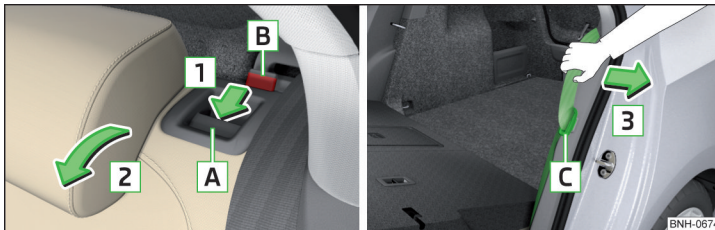

Abb. 69 **Sitzlehne vorklappen / Bereitschaftsstellung des Sicherheitsgurts**
- Die Schlosszunge **C** des Sicherheitsgurts in die Öffnung in der Seitenverkleidung stecken - Bereitschaftsstellung » **Abb. 69**.
- Den äußeren Sicherheitsgurt **C** zur Seitenverkleidung in Pfeilrichtung **3** ziehen » **Abb. 69**.